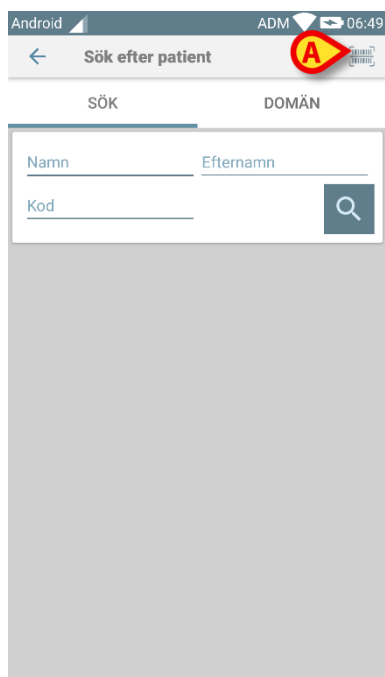

Fig. 38
- Tryck på ikonen  i Fig. 38 **A**.